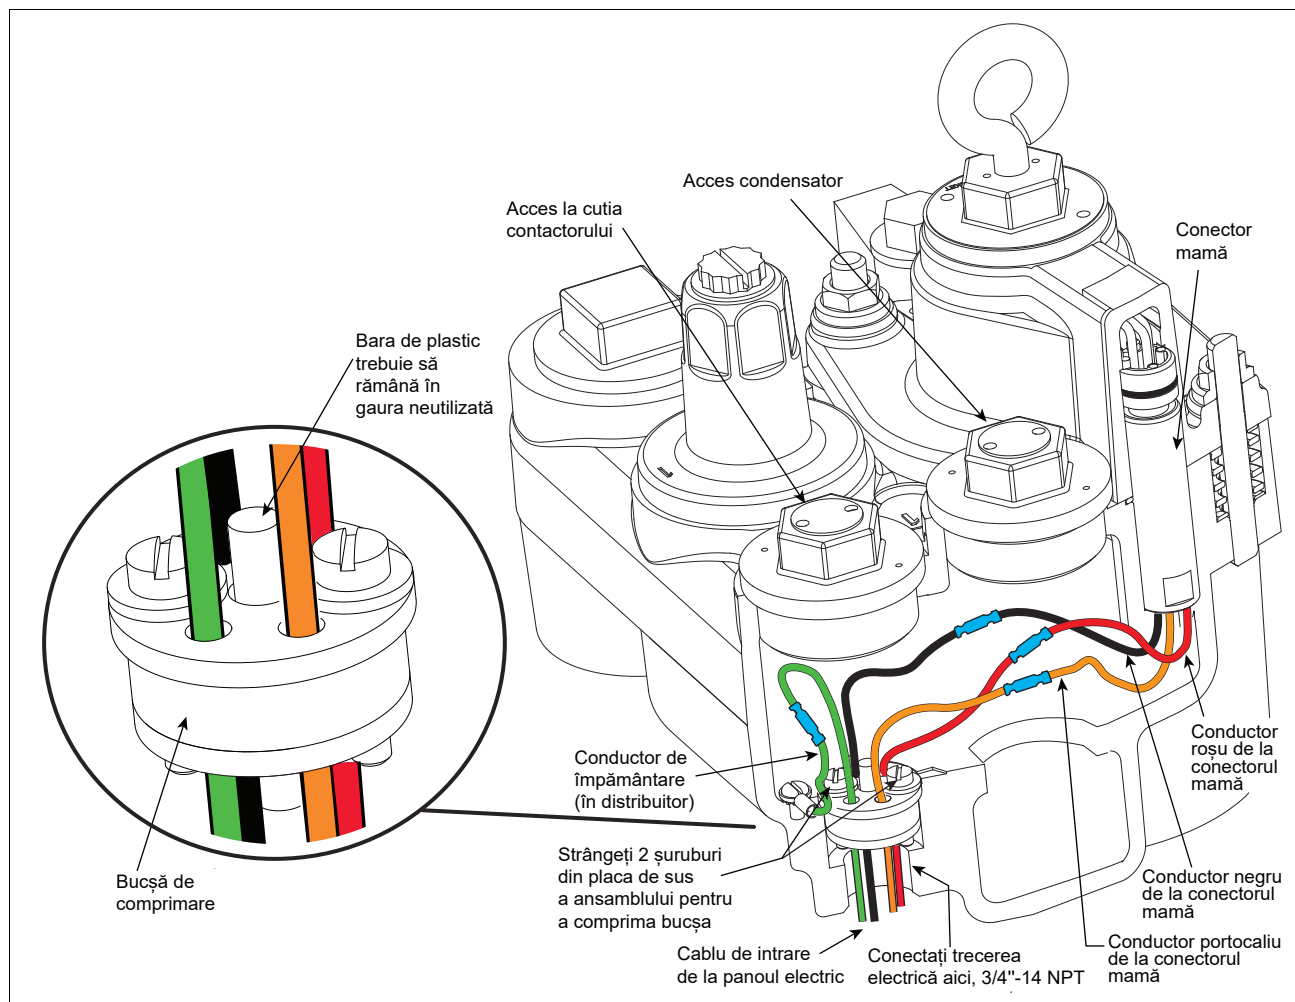

Figura 14. Conductorii electrici intră prin bucșa de compresiune
1. Conectați fittingurile aprobate de trecere a cablurilor electrice la intrarea pentru conductorii de forță de la baza cutiei de contactoare a distribuitorului de 3/4"-14 NPT (minim 5 spire de filet intrate) (vezi exemplul de detaliu din Figura 14 pentru conexiune electrică trifazată).
2. Slăbiți cele două șuruburi de la bușca de comprimare doar atât cât să puteți scoate bușca din mufa de la fundul cutiei contactorului din distribuitor (vezi Figura 14). Continuați să ridicați bușca până ce este accesibilă. Observați că placa de sus a ansamblului bușcă (dinspre distribuitor) are un diametru mai mare decât placa de fund și că există două găuri libere și trei găuri cu bare din plastic. Barele din plastic etanșează bușca și trebuie să rămână în orice gaură nefolosită. De exemplu, când aduceți trei conductori de la panoul electric, folosiți cele două găuri libere și scoateți și aruncați una dintre barele din plastic cu diametru mai mic pentru al treilea conductor. Împingeți fiecare dintre conductorii electrice de intrare prin găurile libere ale ansamblului bușcă. Împingeți în jos ansamblul bușcă peste conductorii electrice până ce